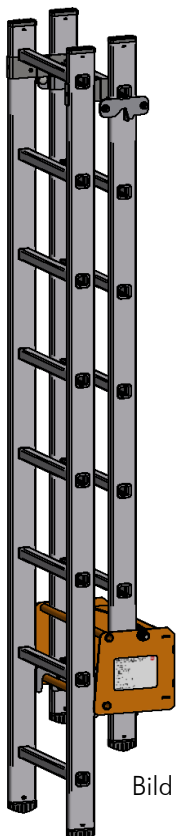

Bild 2
4. Bei größerem Platzbedarf im Schacht, kann die Unterleiter ausgegangen und mit deren Haken in eine beliebige Sprosse der Oberleiter eingehangen werden (Bild 2 + 3).